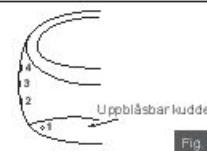

Fig. 8
- Använd slangen för att blåsa upp luftkamrarna enligt de tryckta numren 1, 2, 3, 4. Koppla bort pumpen efter uppblåsning. (Se Fig 8.)